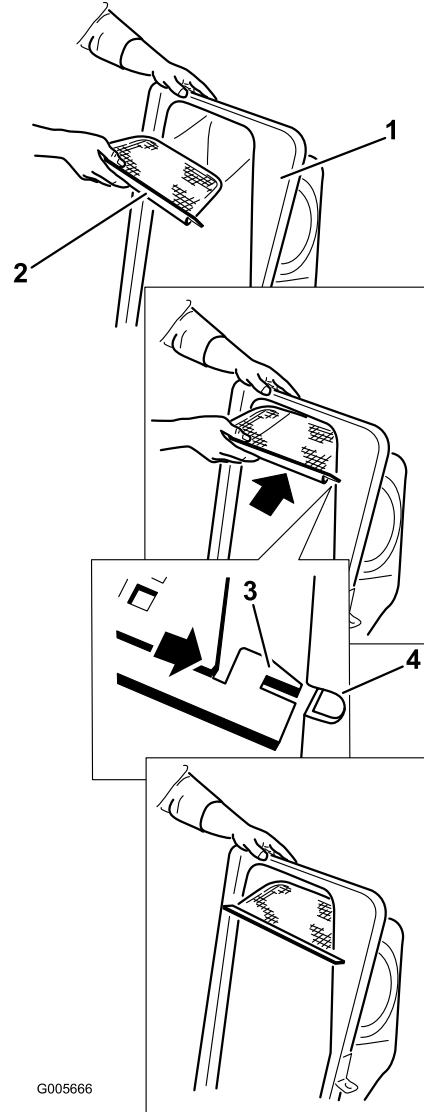

Figura 26
2. Instale la rejilla como se muestra en la Figura 26, de manera que quede inclinada hacia abajo, hacia las bolsas de recortes.